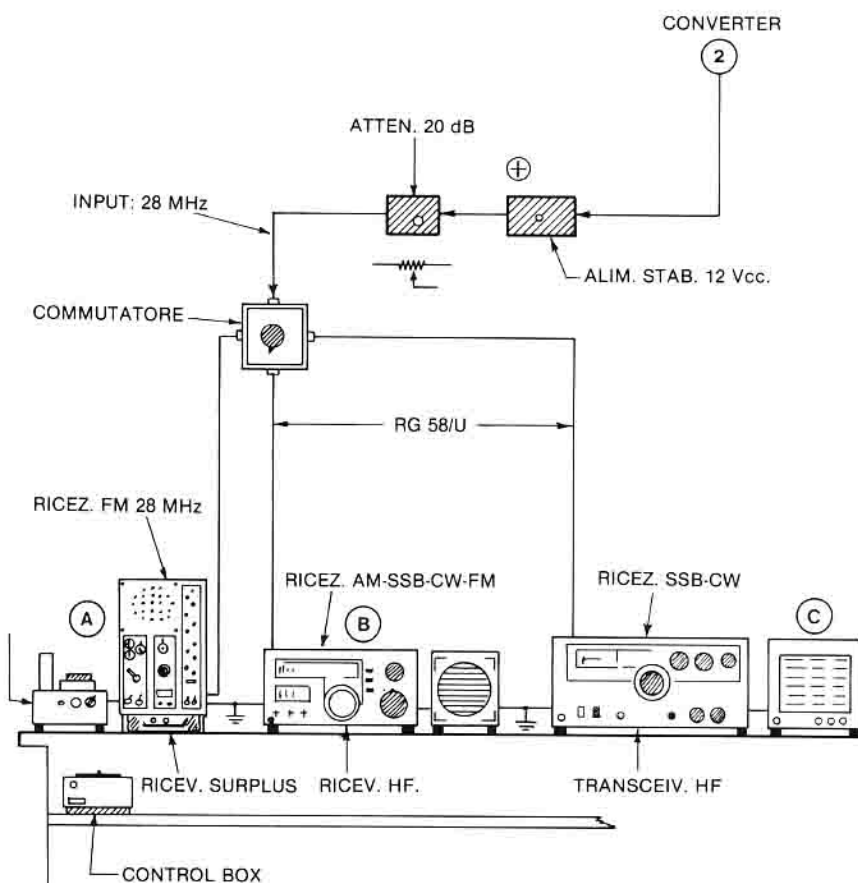

Fig. 4 - Sistemi di ricezione.
- c) le apparecchiature in ricezione (fig. 4);